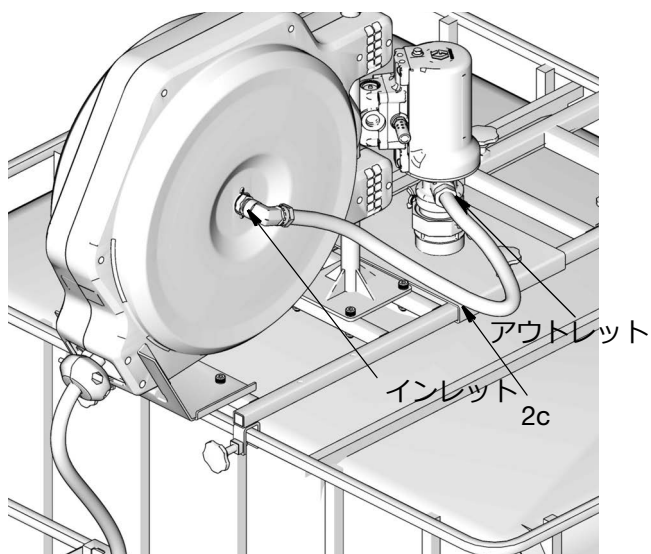

図 19
5. フレキシブル液体ホース(2c)をポンプアウトレットとリールインレットの間に接続します(図19)。